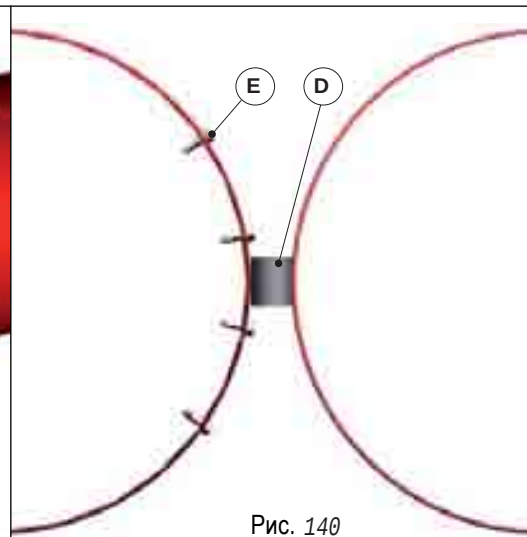

Рис. 140
Закрепить прокладочные кольца (D), см. рис. 138, на теплоизлучающей трубе с шагом 3000 мм. Закрепить сбоку прокладочное кольцо на трубе с помощью 4 саморезов (E) (рис. 140).